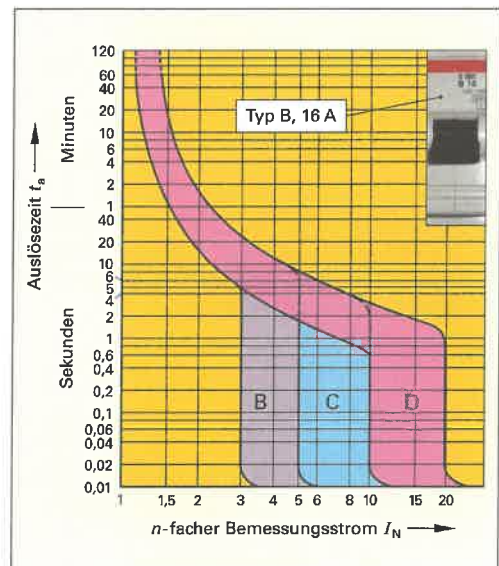

Bild 2: Auslösekennlinien LS-Schalter
7. Bestimmen Sie mithilfe von Bild 2 die schnellste Ausschaltzeit t_1 und die langsamste Ausschaltzeit t_2 a) eines LS-Schalters, Typ B 16 A und b) eines LS-Schalters, Typ C 16 A, wenn c) ein Strom I von 30 A und d) ein Strom I von 64 A fließt.